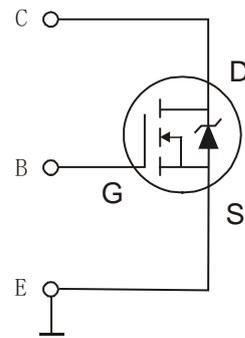
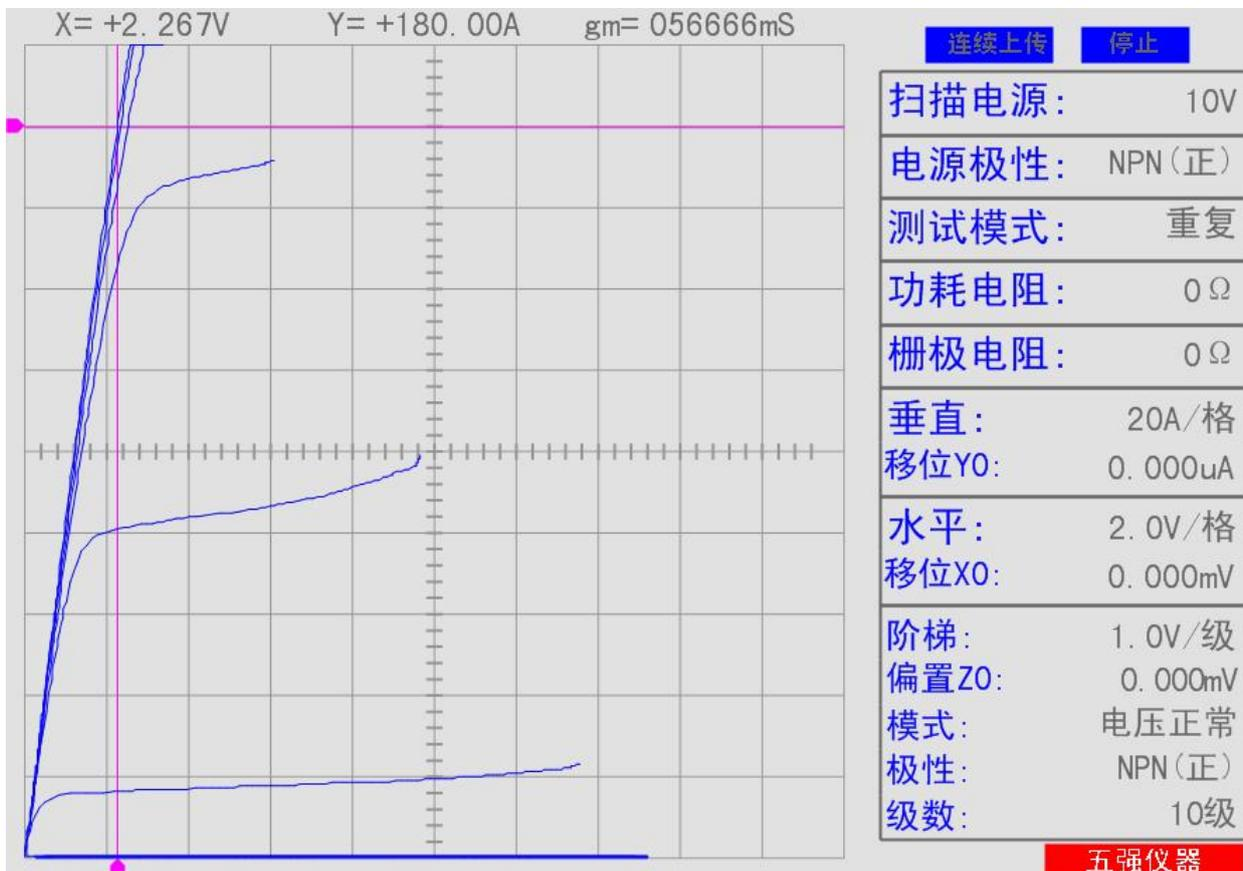

图 32
图 33: IRFP064 特性曲线及设置参数档位
6.9 N沟道VMOS管 IRFP064 连接见图 32，特性曲线见图 33